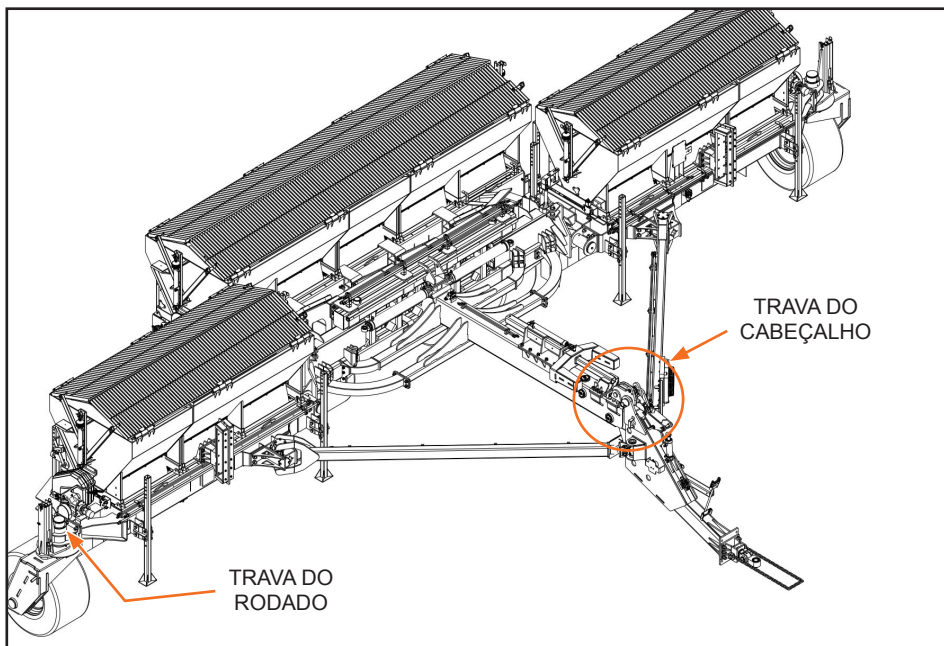

Figura 33
- Trave o cabeçalho (comando) (Figura 33).
- Trave os rodados laterais (Topper) (Figura 33).
- Movimente o implemento para frente para deixar os rodados nas posições corretas antes de travar (Figura 33).